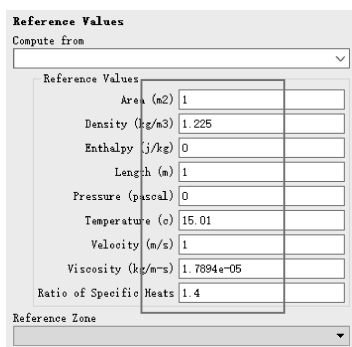

图 11-175 参考值
(1) 单击 Ribbon 功能区【Setting Up Physics】→【Reference Values...】, 单击【Reference Values】, 参数默认, 如图 11-175 所示。
(2) 在菜单栏中单击【File】→【Save Project】, 保存项目。